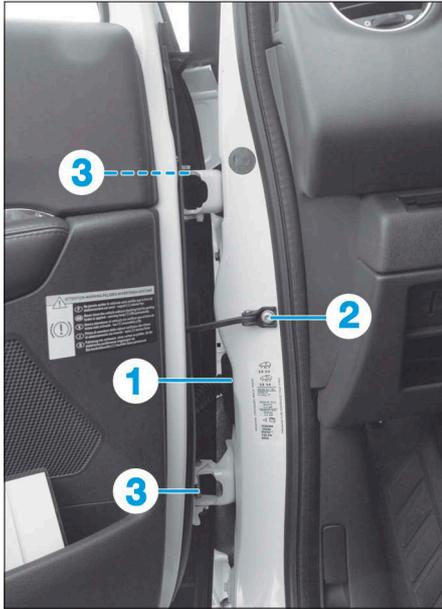

FIG. 98
- Dégrafer le fourreau et débrancher le connecteur (1) (Fig.98).
- la vis du tirant (2),
- les agrafes des axes (3),
- les axes (3),